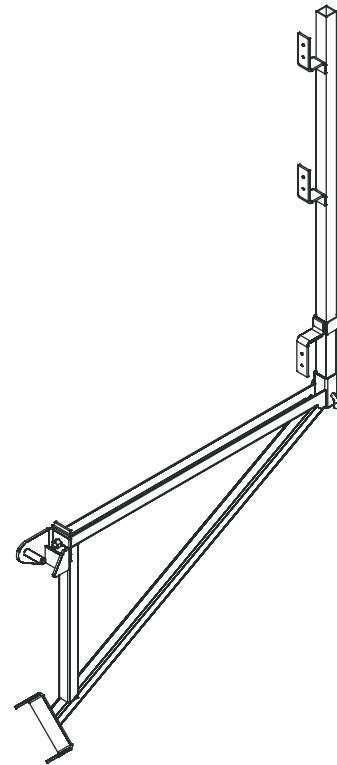

Рис. 17
1. Прикрепить кронштейны подмостей (рис. 17) в отверстия для крепления, расположенные в щитах (рис. 17а, 17б).
Рис. 17а
Рис. 17б